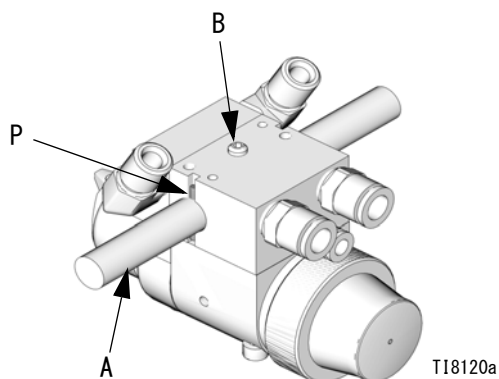

図 3: 往復アームの取り付け
1. 図 3 に示されているように、マニホールドの穴から取り付けバー (A) を差し込みます。
3.18 mm (1/8 インチ) アライメントピン (P) を使い、ガンの方向を合わせるのに役立てます。